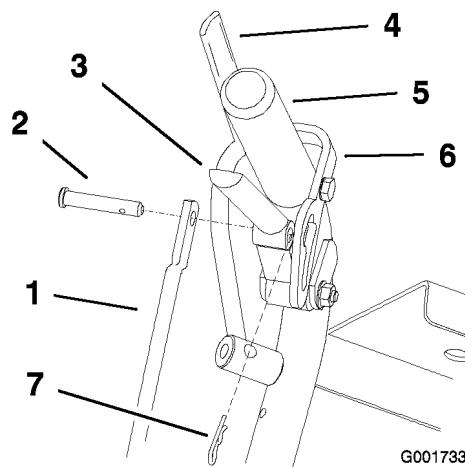

Figura 52
1. Ajuste la longitud de la varilla de control soltando la palanca de avance y retire el pasador de horquilla y el pasador. Gire la varilla en el acoplamiento (Figura 52).
4. Coloque el pasador en la palanca de avance (Figura 52).
6. Instale el pasador de horquilla entre las palancas de avance y los cierres de bloqueo de punto muerto e introduzcalo en el pasador (Figura 52).